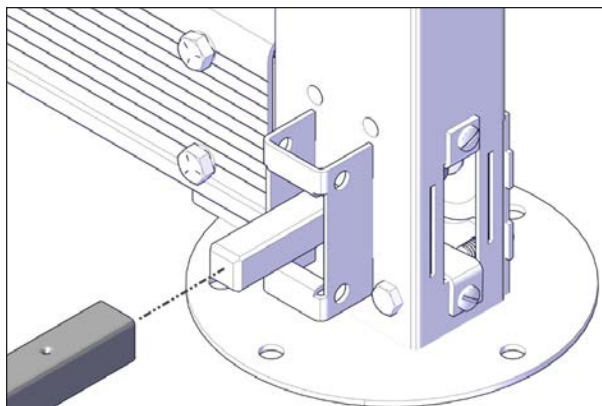

FIGURE 19: INSTALLATION DE L'ARBRE CREUX
8. Glisser l'arbre d'entraînement creux sur l'arbre d'entraînement du pied dans le bas du vérin de gauche côté moteur, voir Figure 19.